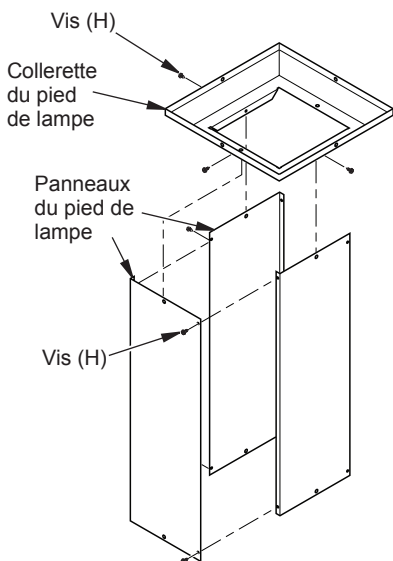

Figure 5 - Assemblage des panneaux et de la collerette du pied de lampe
1. Identifiez les quatre panneaux du pied de lampe qui sont emballés ensemble. Assemblez trois des pièces avec 4 vis (H) comme illustré à la figure 5, page 7.
2. Placez la collerette du pied de lampe sur l'assemblage des panneaux en alignant les trous de vis. Fixez avec 3 vis (H) comme illustré à la figure 5, page 7.